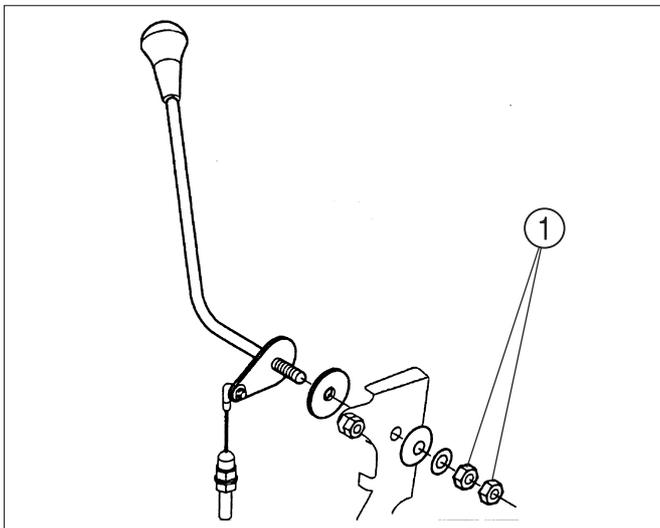

FIG. 74
**FIG. 74 :** Le levier d'accélérateur devrait rester dans la position sélectionnée par l'opérateur. Du fait de l'utilisation normale, le frottement du levier peut diminuer, laissant le levier quitter la position sélectionnée. Tournez l'écrou de réglage (1), suivant les besoins pour retenir le levier d'accélérateur dans la position sélectionnée.